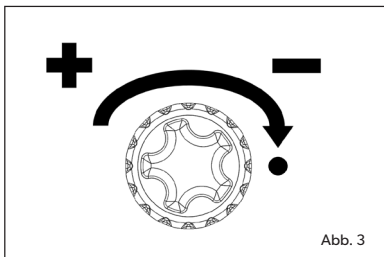

Abb. 3
- Drehen Sie den Bedienknopf auf dem Dual Power Pak entgegen der Uhrzeigerichtung, um den Gasdurchsatz zu erhöhen (Abb. 3).